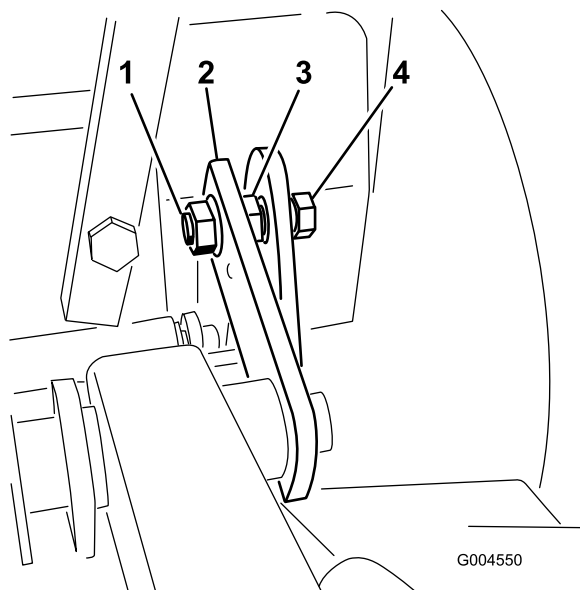

Figura 52
9. Ajuste los pernos hasta que el extremo del perno esté enrasado con la tuerca. Esto permite que el casquillo ruede en la ranura del soporte de la plataforma del cortacésped (Figura 52).